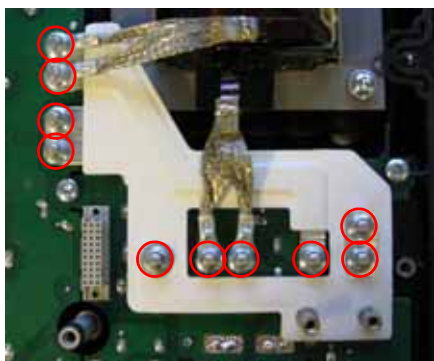

Рис. 45 Гайки шинпровода
3. Снимите гайки шинпровода и проводники катушки. См. рис. 45.